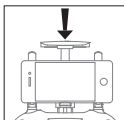

Figura 5
2. Posizionare il telefono cellulare nella posizione del morsetto, allentare i fermi del ricevitore, il morsetto stringerà automaticamente il telefono cellulare (Figura 5/6).